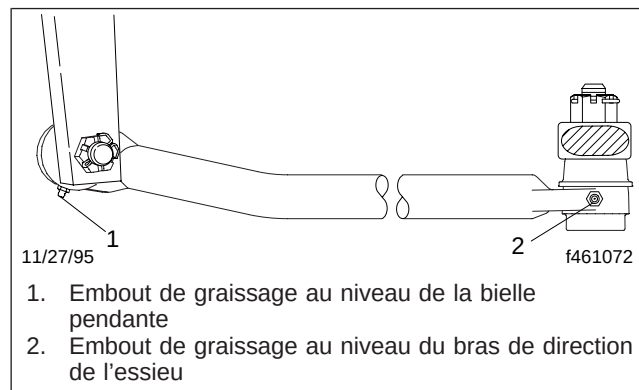

Fig. 3, Barre de direction
1. À l'aide d'un chiffon propre, essuyez toute la saleté qui se trouve sur les embouts de graissage de la barre de direction. Voir la **figure 3**.